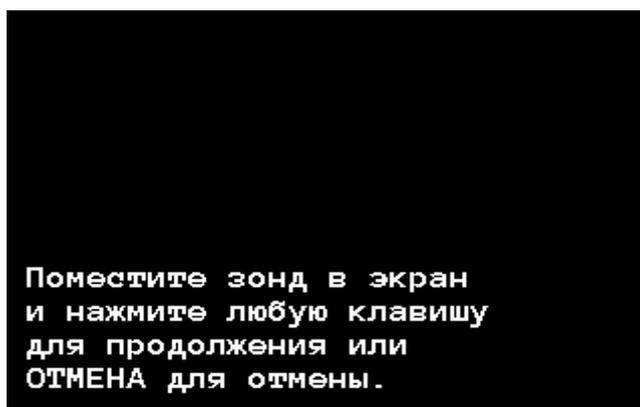

Рисунок 3.15. Установка нуля. Режим «Тесламетр»
3.3.9.3 При необходимости установки нуля тесламетра-веберметра (см. 3.3.7) следует вызвать меню настроек (см. рисунок 3.8), затем, пользуясь клавишами «Вверх» или «Вниз», установить курсор на пункте «Установка нуля» и нажать клавишу «Применить». Прибор предложит поместить зонд в магнитный экран и выполнить дальнейшие действия (см. рисунок 3.15).